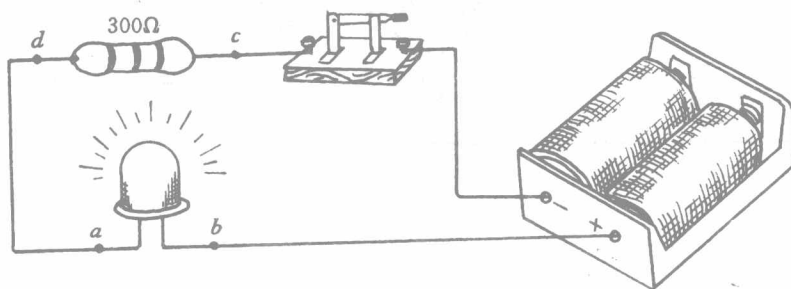

图 1-1-4
(1) 按图 1-1-4 所示连接电路。如果发光二极管不亮，可将它的两根连接导线对调，使发光二极管正常发光。